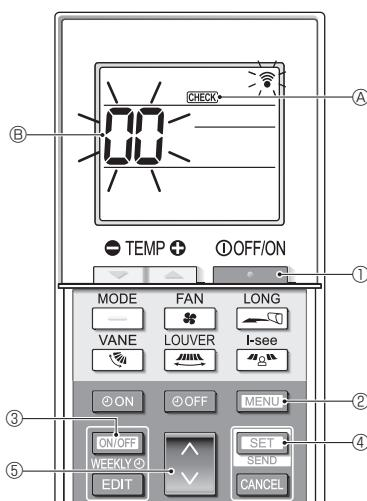

Fig. 7-6
7.3.2. Trådløs fjernstyring (Fig. 7-6)
- Tryk på -knappen ① for at stoppe klimaanlægget.
- Hvis ugetimeren er aktiveret (er slæt til), skal du trykke på -knappen ③ for at deaktivere den (er slæt fra).
- Tryk på -knappen ② i 5 sekunder.
- ① tændes, og enheden skifter til selvkontroltilstand.
- Tryk på -knappen ⑤ for at vælge køleadressen (M-NET-adresse) ② for den indendørs enhed, som du vil udføre selvkontrol for.
- Tryk på -knappen ④.
- Tryk på -knappen ①.
- ① og køleadressen (M-NET-adresse) ② slukkes, og selvkontrolen er udført.